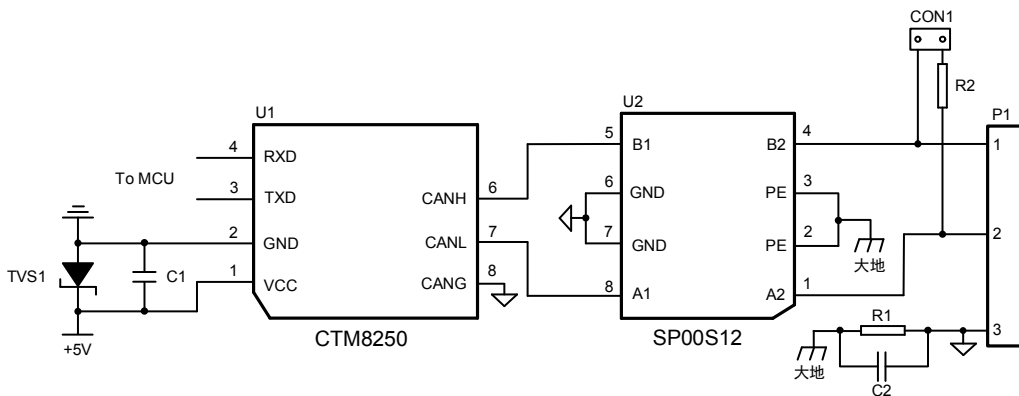
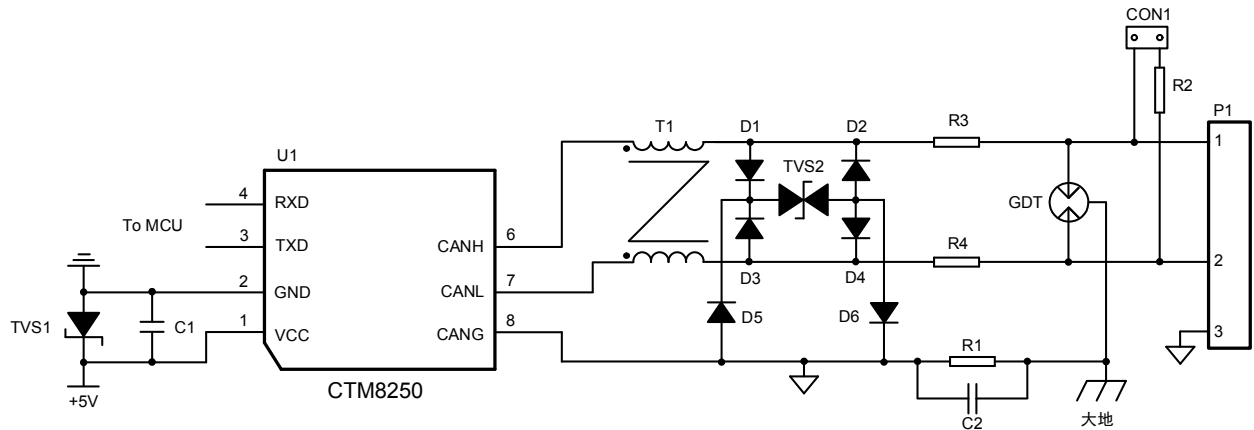

图 3 推荐应用电路 1
图 4 推荐应用电路 2
IEC/EN 61000-4-5 差模 $\pm 2kV$, 共模 $\pm 4kV$ (应用电路图 3/图 4) ⁽³⁾	Perf. Criteria B
(3) 此参数仅限于 CAN 总线端口，应用电路图 3 中的大地必须连接，浪涌抗扰度按非屏蔽对称通信线试验配置进行测试。
(4) 如没有特殊说明，本手册中的参数都是在 25 $^{\circ}$ C，湿度 40%~75%，输入标称电压、CAN 接口 60 Ω 负载下测得。
模块应用在户外等恶劣的现场环境时，容易遭受大能量的雷击，此时需要对 CAN 信号端口添加更高等级的防护电路，保证模块不被损坏以及总线的可靠通讯。图 3、图 4 提供了两个针对大能量雷击浪涌的推荐防护电路接线图。按非屏蔽通信线试验配置进行测试，可满足 IEC/EN61000-4-5 差模 ±2kV，共模 ±4kV 浪涌等级要求。
如图 3 所示的是 CTM8250 配合致远电子 SP00S12 信号浪涌抑制器使用的电路示意图。SP00S12 与 CTM8250 之间的连接简单，使用方便，占板面积小。SP00S12 的详细参数请参考产品数据手册。
若需要满足特定的浪涌等级要求时，建议使用如图 4 所示的推荐保护电路，电路的参数可以根据实际测试情况进行调整。其中 CON1 为短路器，单个 CAN 总线网络上，只需要短路头尾两个节点，在总线上加入终端电阻，其他节点开路即可。如表 1 所示列出了一组推荐的电路参数，按非屏蔽通信线试验配置进行测试，可满足 IEC61000-4-5 差模 \pm 2kV，共模 \pm 4kV 浪涌等级要求。另外，组网时，建议使用屏蔽双绞线，并对屏蔽层进行可靠的单点接地。若在一些电磁干扰非常严重的场合，建议使用双层屏蔽双绞线，CANH、CANL、CANG 均进行连接，CANG 接于内层屏蔽，外层屏蔽单点接大地。